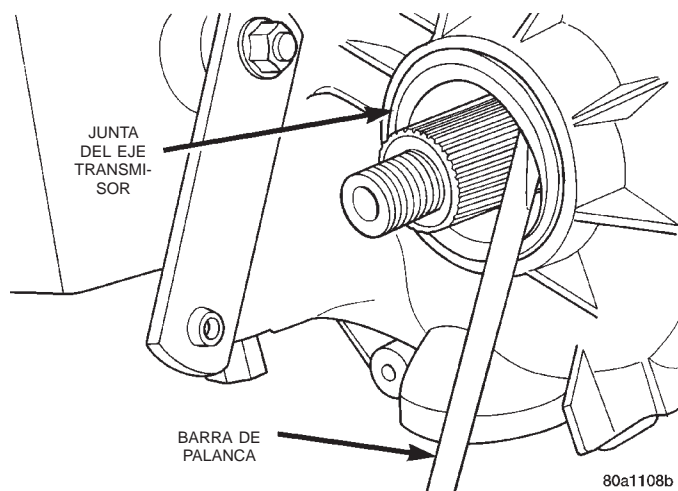

Fig. 40 Desmontaje de junta de eje transmisor delantero
(1) Retire de la caja la junta del eje transmisor delantero con la ayuda de una herramienta de palanca (Fig. 40).